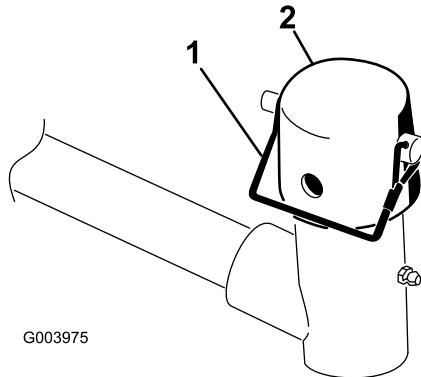

図 9
7. 昇降アームのピボットヨークからスナッパピンとキャップを取る (図 9)。
11. スナッパピンを使って、キャップとキャリアフレームのシャフトとを昇降アームのヨークに固定する。カuttingユニットをステアリングモードで使う場合はスロットを使い、固定モードで使用する場合には、穴を使う (図 9)。